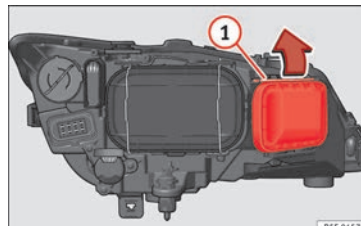

Bild 105 Glödlampa till blinkers
- För öglorna » bild 105 ① i pilens riktning och ta bort locket.